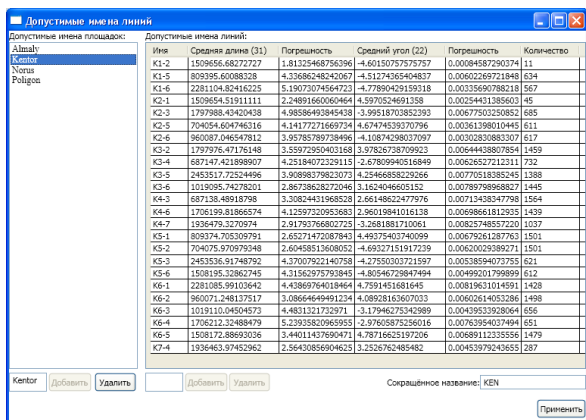
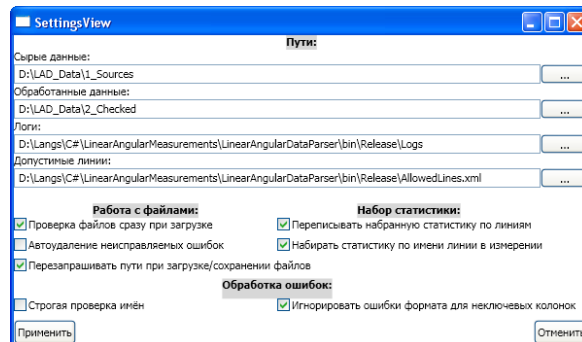

Рисунок 2 – Окно с допустимыми именами площадок и линий
Рисунок 6 – Настройки
Программа имеет графический интерфейс и работает в интерактивном режиме. Для корректной работы необходимо ввести все возможные имена площадок и имена линий, соответствующие этим площадкам (рисунок 2). Чтобы открыть окно для редактирования площадок и линий, необходимо в пункте меню “Настройки” (рисунок 6) выбрать подпункт “допустимые имена”. Эти данные достаточно ввести один раз и сохранить. После чего можно приступать к проверке и исправлению данных в файлах.
- “Программа” – открывает окно настроек программы (рисунок 6);
- “Допустимые имена” – открывает окно редактирования допустимых имен площадок и линий (рисунок 2).